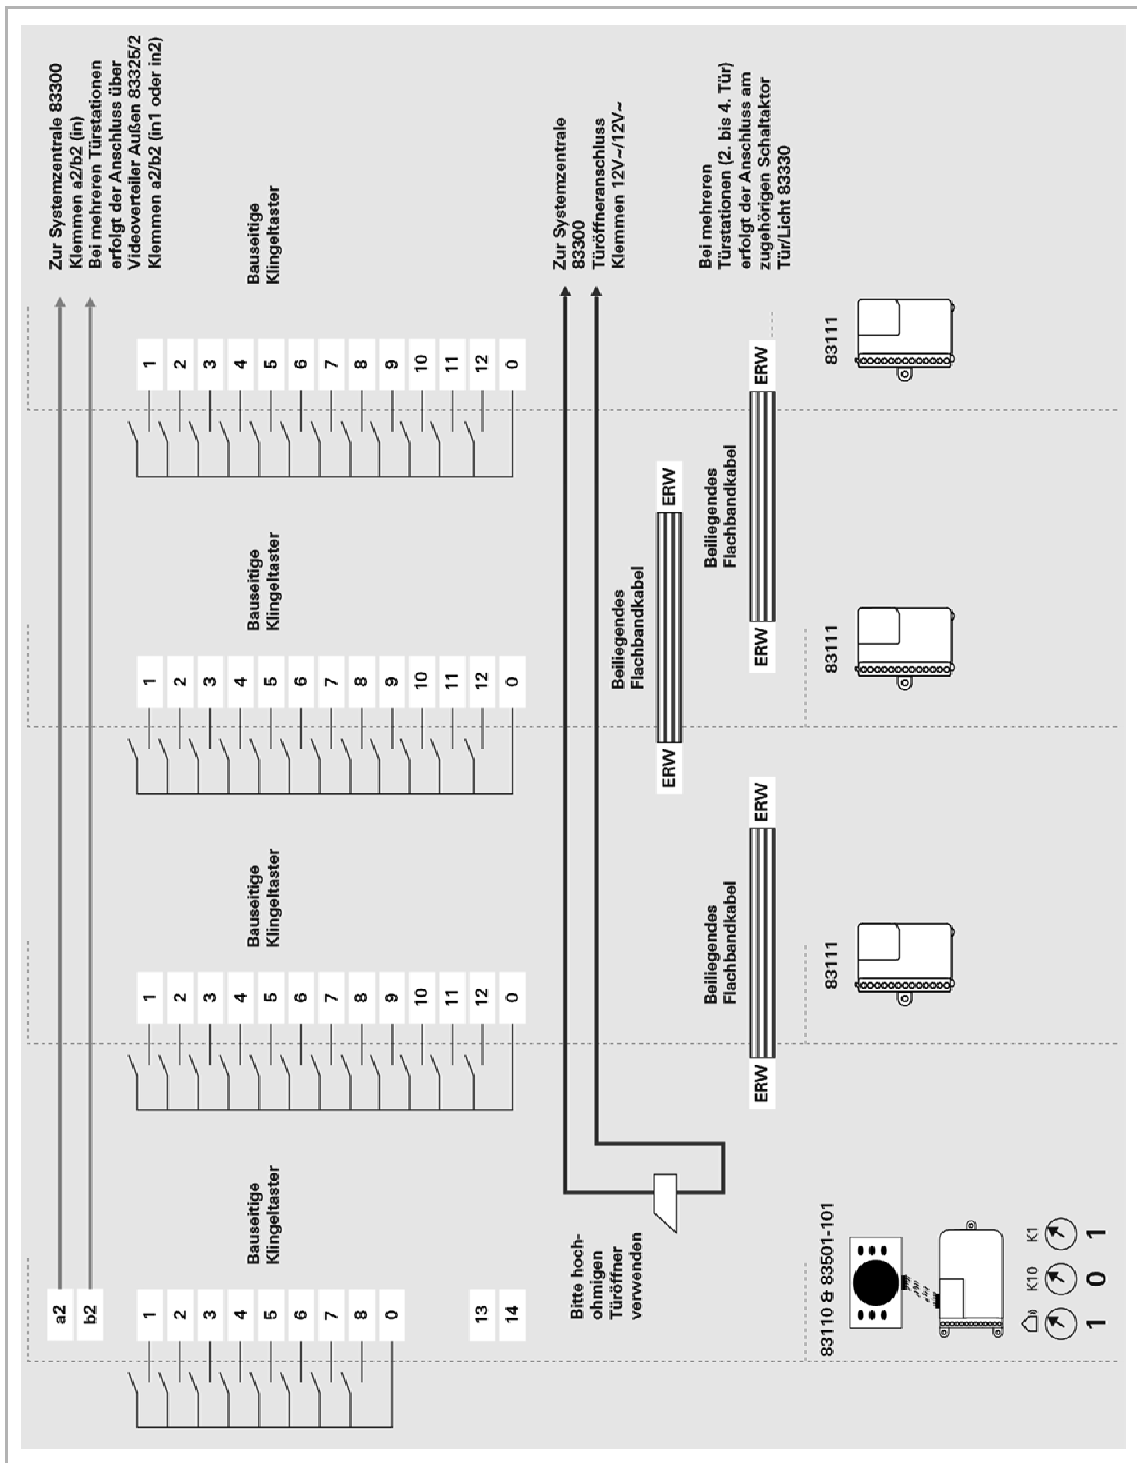

Abb. 26: Anschluss und Verwendung des Einbau-Audiomoduls in Video-Türsprechanlagen
4.18 Anschluss und Verwendung des Einbau-Audiomoduls in Video-Türsprechanlagen (Abb. 26)